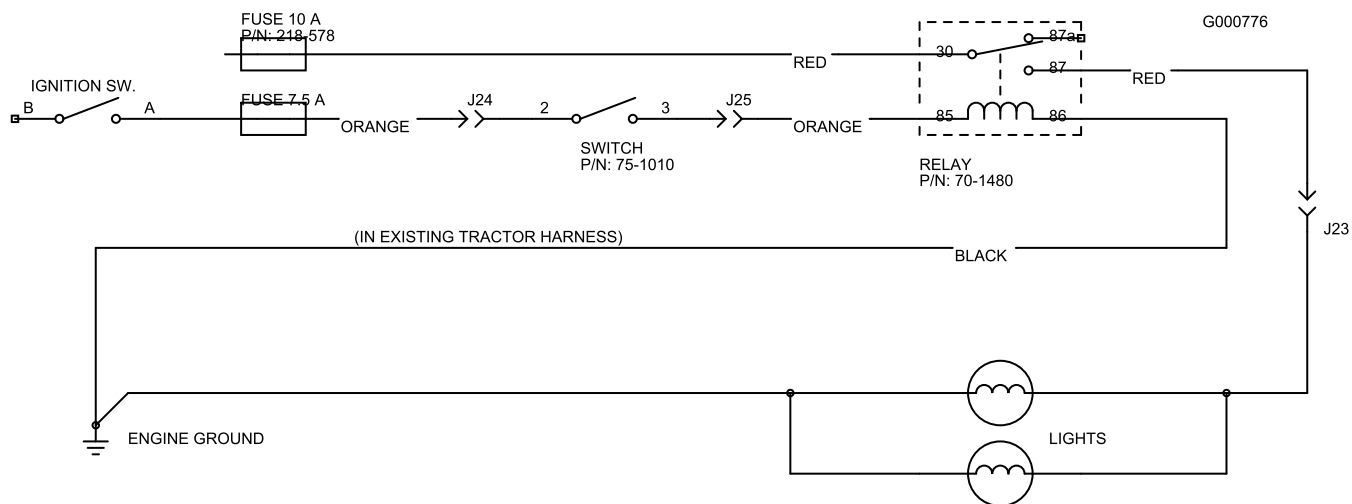

図 65
**重要** トラクションユニットにオプションのヘッドライトを取り付ける場合には、電気系統全体の整合性を確保するため、配線図図 65 と下記のパーツ番号による部品を使用してください。